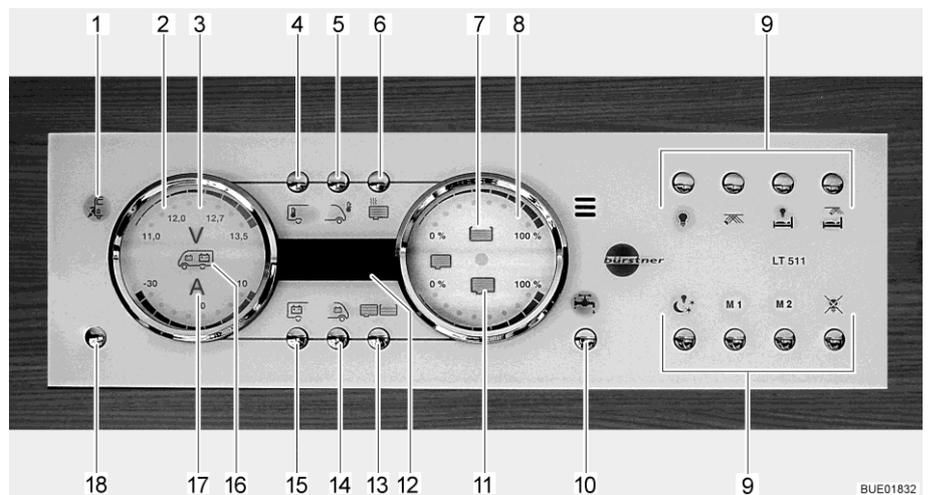

Bild 140 Panel LT 511
Die 230-V-Kontroll-Leuchte (Bild 140,1) leuchtet, wenn am Eingang des Elektroblocs Netzspannung vorhanden ist.
Der 12-V-Hauptschalter (Bild 140,18) schaltet das Panel und die 12-V-Versorgung des Wohnraums ein und aus.
Einschalten: Taste 12-V-Versorgung (Bild 140,18) kurz drücken. Die 12-V-Versorgung des Wohnraums ist eingeschaltet. Die Kontroll-Anzeige "12 V" leuchtet.
- ▷ Wenn nach dem Einschalten die LED "11,0" der Voltanzeige sowie das Symbol Volt "V" (Bild 140,3) im Anzeigeelement Batterien (Bild 140,2) blinken, dann ist die Spannung der Wohnraumbatterie zu gering. Batterie laden.
- ▷ Wenn nach dem Einschalten die Kontroll-Anzeige "12 V" und das Symbol Volt "V" (Bild 140,3) dreimal blinken, dann ist die Batterietrennung aktiviert. Batterietrennung deaktivieren.
Ausschalten: ■ Taste 12-V-Versorgung (Bild 140,18) kurz drücken. Die 12-V-Versorgung des Wohnraums ist ausgeschaltet. Die Kontroll-Anzeige "12-V-Versorgung" erlischt.
- Taste Wohnraumbatterie (Bild 140,15) drücken und ca. 10 Sekunden lang gedrückt halten. Das Symbol Volt "V" (Bild 140,3) und die Kontroll-Anzeige "12 V" blinken dreimal. Die Wohnraumbatterie ist vom 12-V-Bordnetz getrennt.
- Taste 12-V-Versorgung (Bild 140,18) drücken und ca. 5 Sekunden lang gedrückt halten. Das Symbol Volt "V" (Bild 140,3) und die Kontroll-Anzeige "12 V" blinken dreimal. Die Wohnraumbatterie ist mit dem 12-V-Bordnetz verbunden. Die Kontroll-Anzeige leuchtet nach ca. 5 Sekunden.
- Taste Wohnraumbatterie (Bild 140,15) drücken. Das Symbol Volt "V" (Bild 140,3) leuchtet. Das Symbol Ampere "A" (Bild 140,17) leuchtet je nach Ladung oder Entladung weiß bzw. rot. Die Batteriespannung und der Strom der Wohnraumbatterie werden über die LEDs im Anzeigeeinstrument angezeigt.
- Taste Starterbatterie (Bild 140,14) drücken. Das Symbol Volt "V" (Bild 140,3) leuchtet. Die Batteriespannung der Starterbatterie wird über die LEDs im Anzeigeeinstrument angezeigt.
Anzeigen: ■ Taste Tanks (Bild 140,13) drücken. Die Symbole Wassertank (Bild 140,7) und Abwassertank (Bild 140,11) leuchten. Die Füllstände des Wassertanks (obere Skala) und des Abwassertanks (untere Skala) werden über die LEDs im Anzeigeeinstrument angezeigt.
Das Symbol Wassertank (Bild 140,7) oder das Symbol Abwassertank (Bild 140,11) blinkt, wenn der Wassertank leer oder der Abwassertank voll ist.
Über die Digitalanzeige (Bild 140,12) lassen sich die Innentemperatur und die Außentemperatur anzeigen.